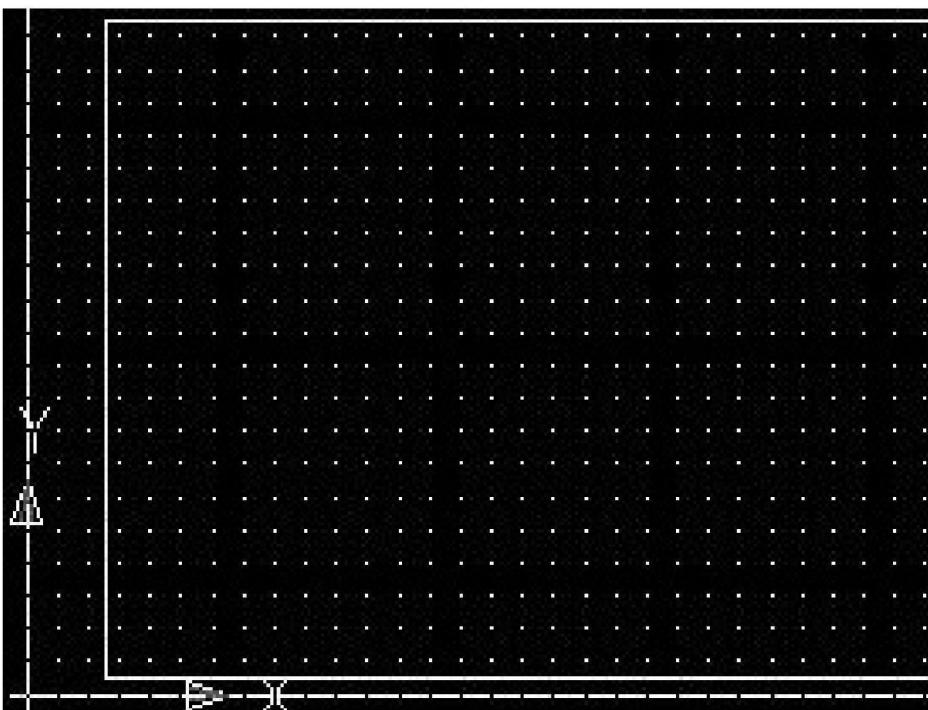

图 1-11
② 将设置好的 A4 绘图区, 用栅格显示。激活状态栏的【栅格】即可显示栅格(如图 1-11 所示)。